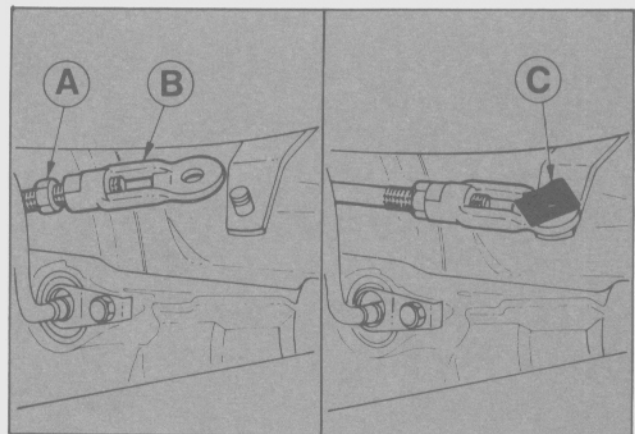

Fig. 34 - Instalación de la varilla de accionamiento
- Instalar la varilla de accionamiento de cambios (primeramente en el extremo que la vincula a la leva de la caja y fijarla con el seguro correspondiente (Fig. 34).